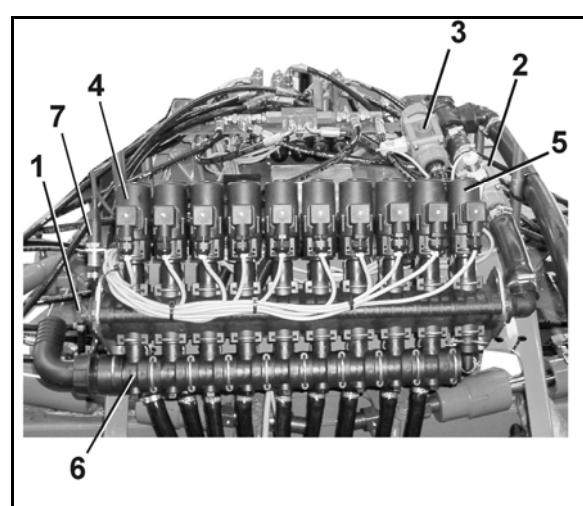

Рис. 99
- (3) Параллелограммная рама для регулировки высоты штанг опрыскивателя.
- (4) Защитная трубка форсунок
- (5) Распорка
- (6) Фиксатор внешних консолей, см. на стр. 111
- (7) Компенсатор колебаний, см. с. на стр. 114
- (8) Клапан и переключающий кран системы DUS
- (9) Арматура штанг, см. Рис. 99
- (10) Устройство для наружной мойки